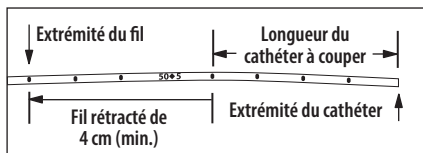

Figure 2
8. Retirer le fil de pose/stylet de raidissement par le septum pour rétracter le fil d'un minimum de 4 cm derrière l'emplacement de coupe du cathéter (consulter la figure 2).